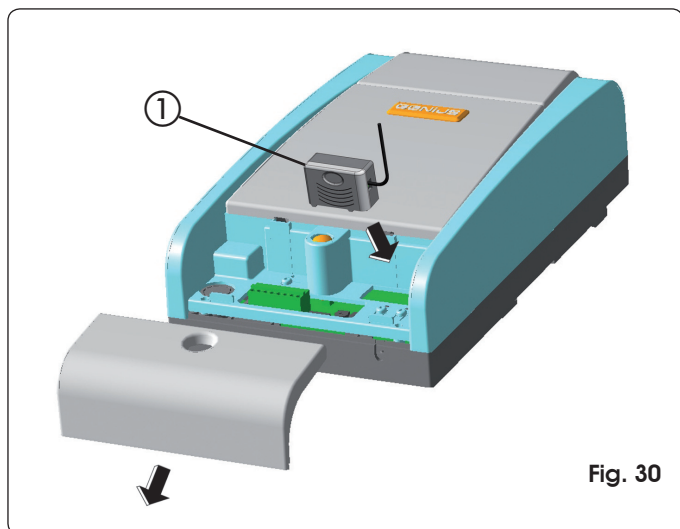

Fig. 30
De apparatuur is voorzien van een geïntegreerd decoderingsysteem met twee kanalen. Met dit systeem kan, door middel van een aanvullende ontvangstmodule (Fig. 30 ref. ①) en afstandsbedieningen met dezelfde frequentie, zowel de volledige opening (OPEN A) als de gedeeltelijke opening (OPEN B) van het automatische systeem in het geheugen worden opgeslagen.